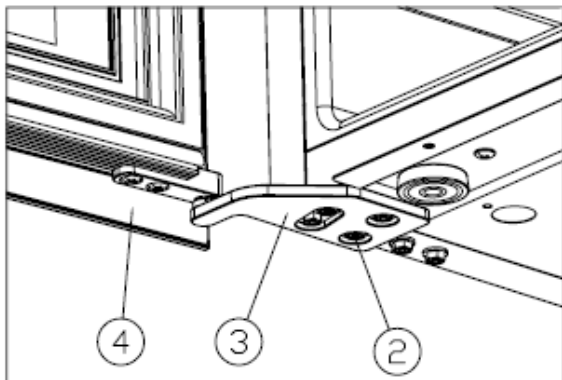

Figure 5
- Installez la charnière inférieure droite (3) et serrez les vis. [Figure 5]